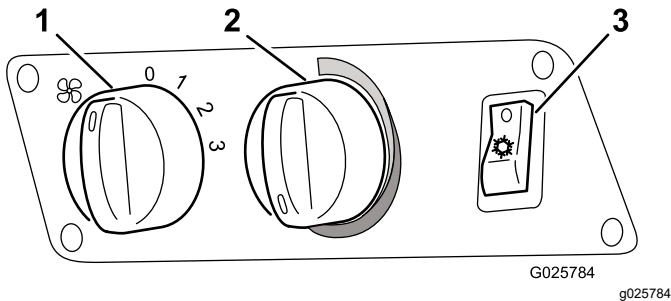

Figura 4
2. Encienda el interruptor del soplador (Figura 4).
3. Encienda el interruptor del aire acondicionado (Figura 4).
4. Ponga el controlador de temperatura (Figura 4) en el ajuste de frío máximo (sentido horario hasta el tope).